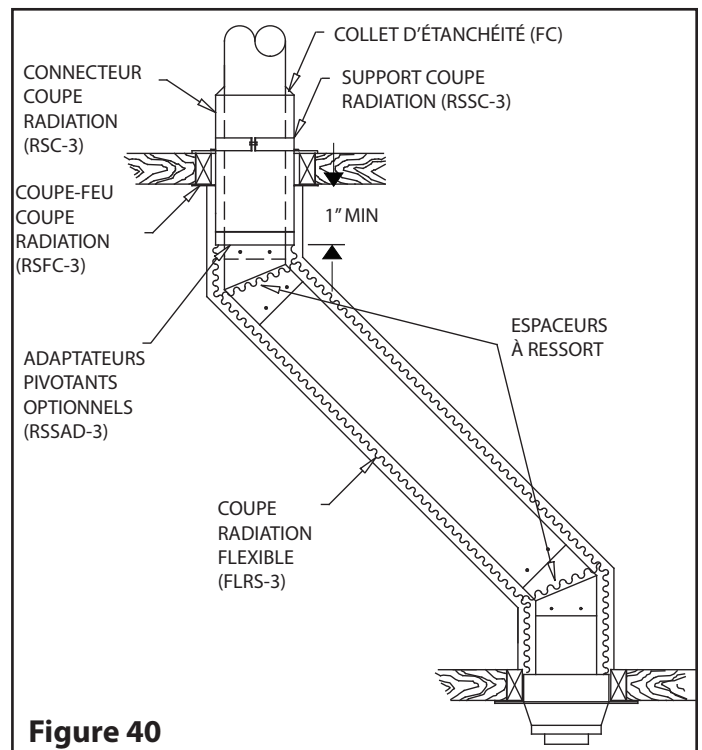

Figure 40
Étape 5. Au niveau du plafond, en partant du haut, installez un Connecteur Coupe Radiations (RSC-3) et un support Coupe Radiations (RSSC-3) fixés ensemble mais non serrés (voir **Figure 40**).
Étape 6. Faites glisser le Connecteur Coupe Radiations (RSC-3) vers le bas jusqu'à ce que le bas du tube isolé dépasse le bas du plafond. Ajustez la hauteur de façon à ce qu'un minimum de 1 po du Connecteur Coupe Radiation (RSC-3) dépasse sous le plafond, puis serrez le collier de support (RSSC-3) autour du connecteur (voir **Figure 40**).
Étape 8. Installez le coude isolé sur la longueur de la cheminée verticale. Tournez le dans la direction requise et attachez-le à la cheminée avec les (4) vis métalliques de 1/2 po fournies.
Étape 10. Utilisez un autre coude pour ramener la cheminée dans le sens vertical. Fixez le coude à la longueur de la cheminée à l'aide de (4) vis métalliques de 1/2 po.
- Attachez un ressort espaceur autour de la cheminée à chaque coude pour permettre au tube coupe radiation flexible de rester centré. (Voir **Figure 40**)
Étape 11. Faites glisser le Coupe Radiation Flexible (FLRS-3) sur la cheminée et fixez-le sous le plafond au Connecteur Coupe Radiation (RSC-3) en utilisant (3) vis métalliques autotaraudeuses de 1/2 pouce.
REMARQUE: Si vous manquez d'espace pour pouvoir fixer les vis qui retiennent le FLEX (FLRS-3) au Connecteur Coupe Radiation, installez un adaptateur pivotant (RSSAD-3). (Voir **Figure 40**) sous le connecteur (RSC-3) et un autre à l'extrémité supérieure du coupe radiation flexible.
Définir la déviation nécessaire (voir **Figure 40**). Se référer au Tableau 13 pour identifier les coudes à utiliser ainsi que les longueurs isolées nécessaires lorsqu'aucune section ajustable n'est requise.